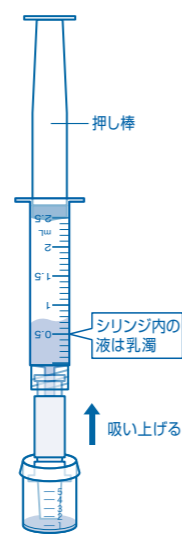

図10
⑩ 5mLカップの液面下にチップ先端を入れ、シリンジの押し棒を2.5mLの目盛まで引き上げ、液を全量吸い上げます。(図10)